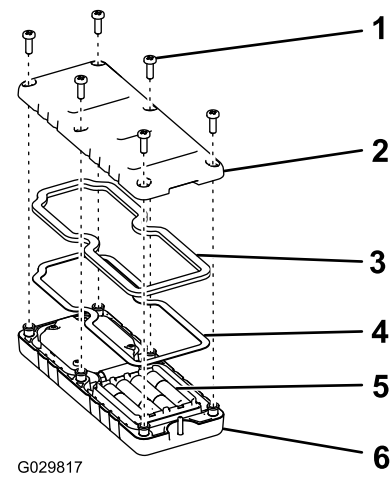

Figure 37
1. Retirez les 6 vis au dos de la télécommande et déposez le couvercle (Figure 37).
5. Remettez le couvercle en place et fixez-le avec les 6 vis retirées précédemment (Figure 37) serrées à un couple de 1,5 à 1,7 N·m (13 à 15 po·lb).